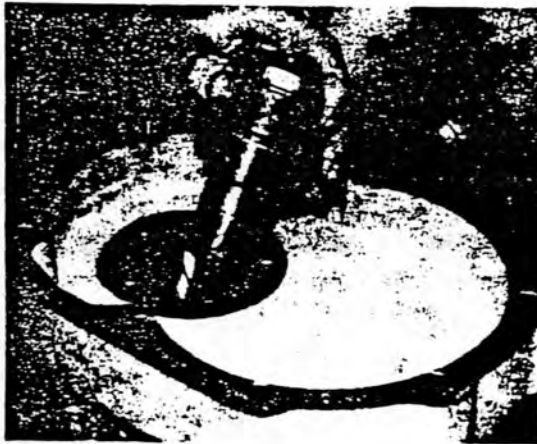

Fig. 5
- Kegelrytzelwelle entfernen (Fig. 5).
- Remove bevel pinion shaft (Fig. 5).
- Enlever l'arbre du pignon (fig. 5).